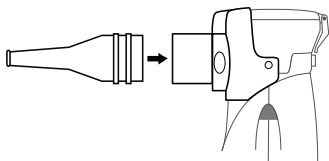

Fig. 9
- Installer l'embout buccal: raccordez l'embout buccal à l'emplacement situé sur le couvercle extérieur dans la direction de la flèche (voir Fig. 9).